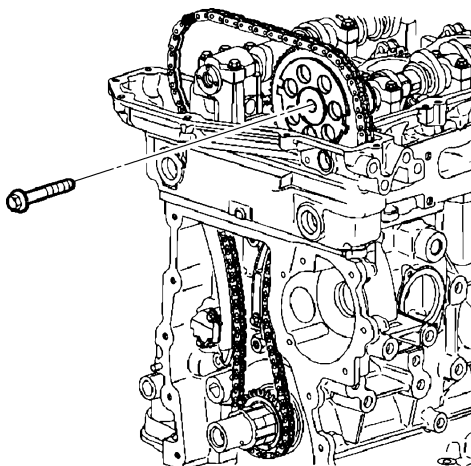

图 17-20 安装进气凸轮轴链轮螺栓
7) 按照图 17-20 所示, 换装新的进气凸轮轴链轮螺栓。将螺栓紧固至 $20\text{N} \cdot \text{m}$, 然后再将螺栓拧紧 100° 。